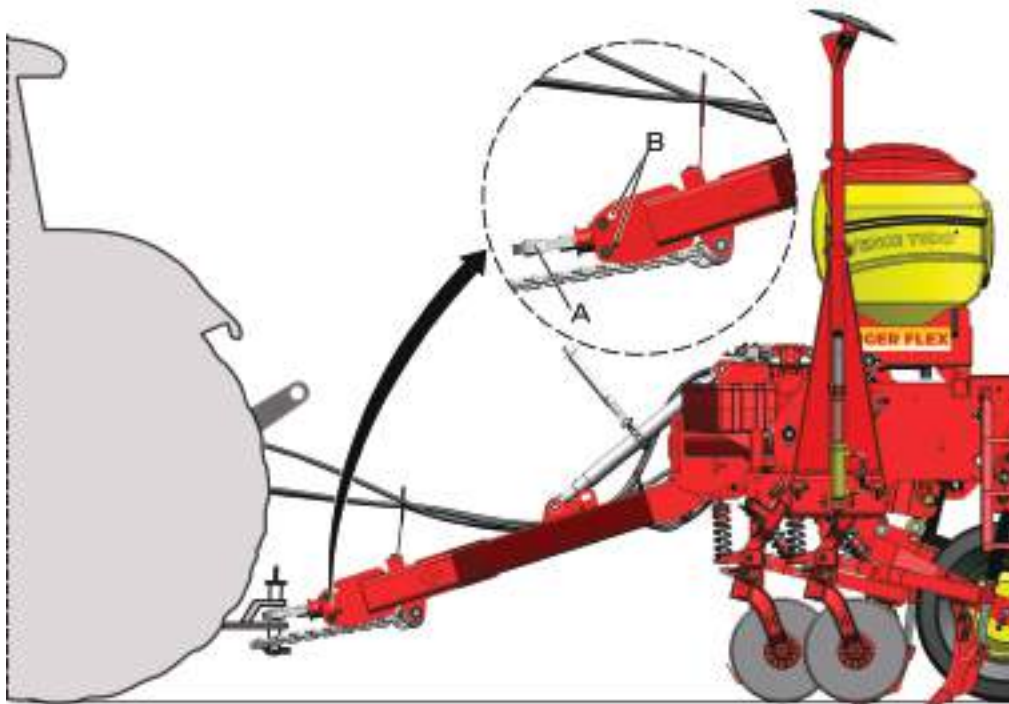

fig. 26
Se necessário, realize o ajuste na altura do engate do cabeçalho (A), adequando este na altura da barra de tração do trator por meio dos furos (B) existentes no cabeçalho (fig. 26).